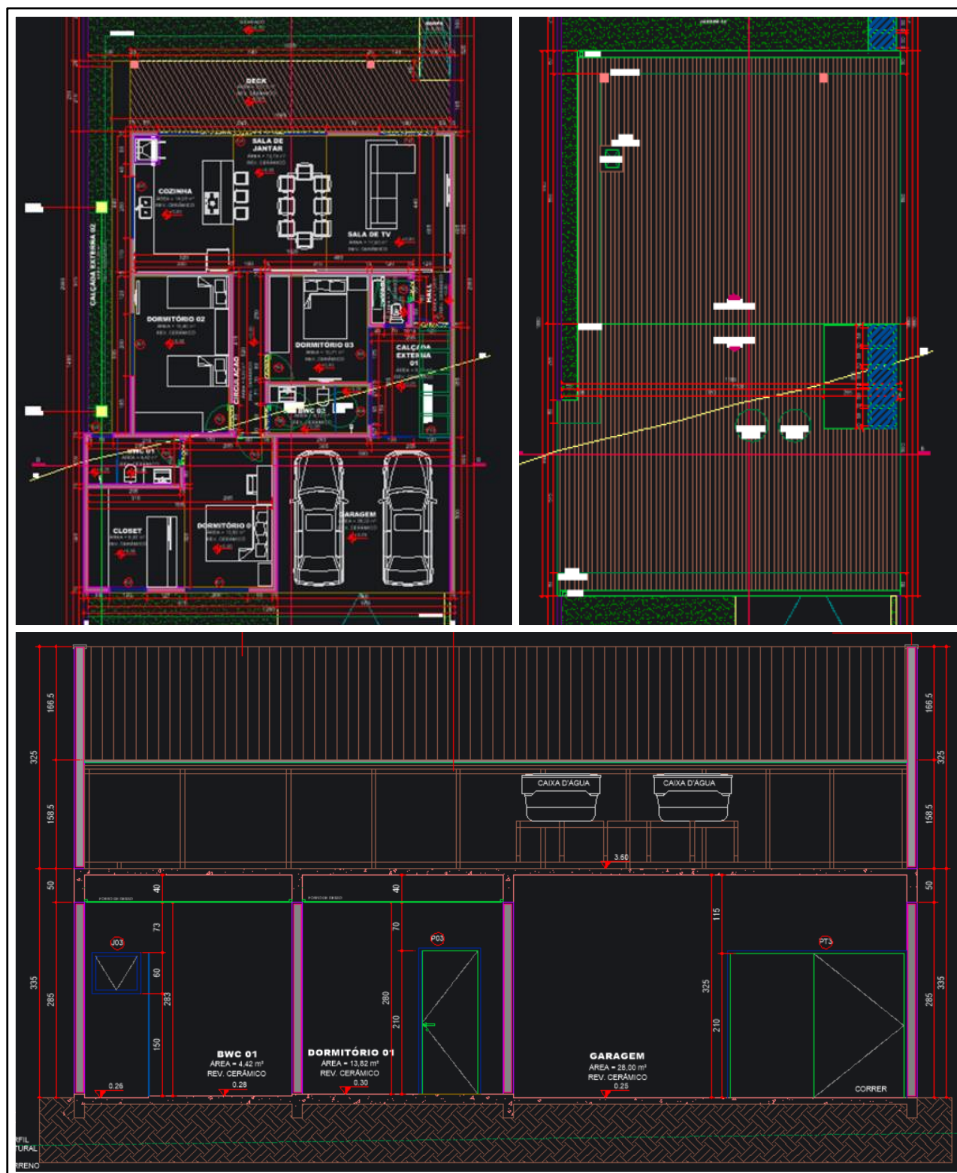

Figura 1 – Arquitetura e pavimentos criados TQS
A Figura 1 mostra a primeira planta do térreo.
-Com o software TQS aberto, entre no projeto da disciplina, clique em pavimentos, selecione o pavimento que deseja lançar a estrutura e clique duas vezes no modelador estrutura. O lançamento das vigas e pilares deve estar pronto conforme aula anterior (Figura 1), restando apenas o lançamento das lajes. Você pode copiar as vigas para o pavimento superior também através do comando copiar planta em modelo.